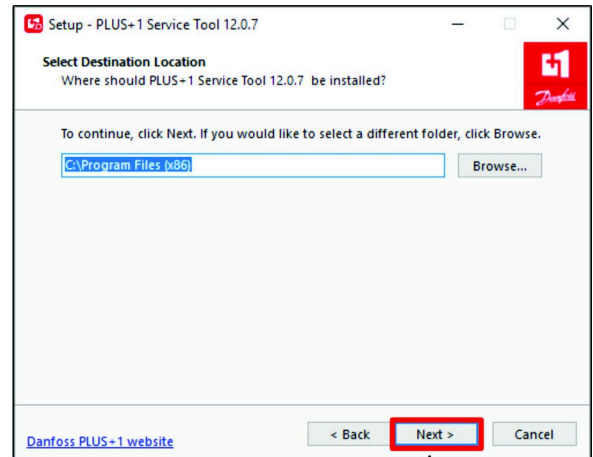

**Figure 22**
4. Si la boîte de dialogue Contrôle du compte utilisateur s'affiche, cliquez sur le bouton OUI (Figure 22).